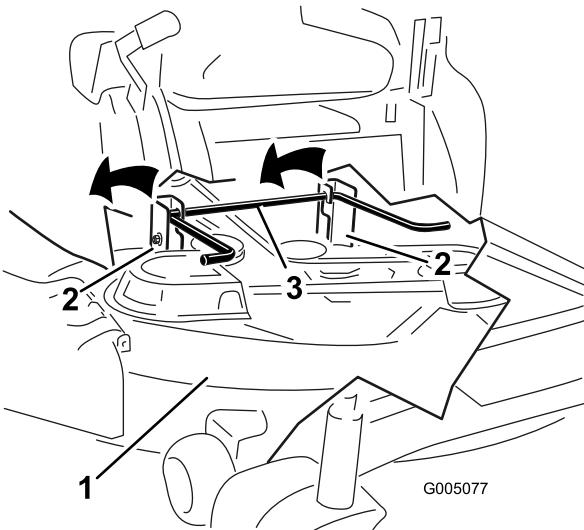

Figura 59
5. Eleve la carcasa del cortacésped y desenganche la varilla de elevación trasera de las pletinas de suspensión, y baje el cortacésped con cuidado al suelo (Figura 59).
5. Eleve la parte trasera de la carcasa del cortacésped y coloque las pletinas de suspensión sobre la varilla de elevación trasera (Figura 59).